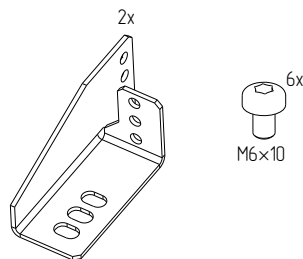

Рисунок 90
4.31.2 Проверить комплектность (рисунок 90).